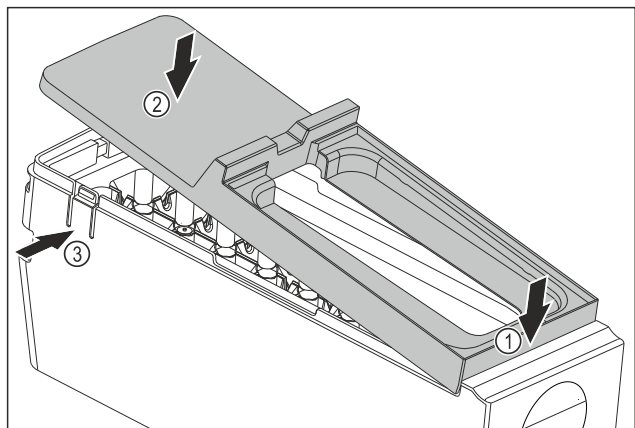

Fig. 81
- ▶ Montirajte pokrov glavnega dela EasyTwist-Ice: Pokrov spredaj namestite. Fig. 81 (1)
- ▶ Pokrov zadaj spustite. Fig. 81 (2)
- ▷ Pokrov se slišno zaskoči v obe sponi Fig. 81 (3).